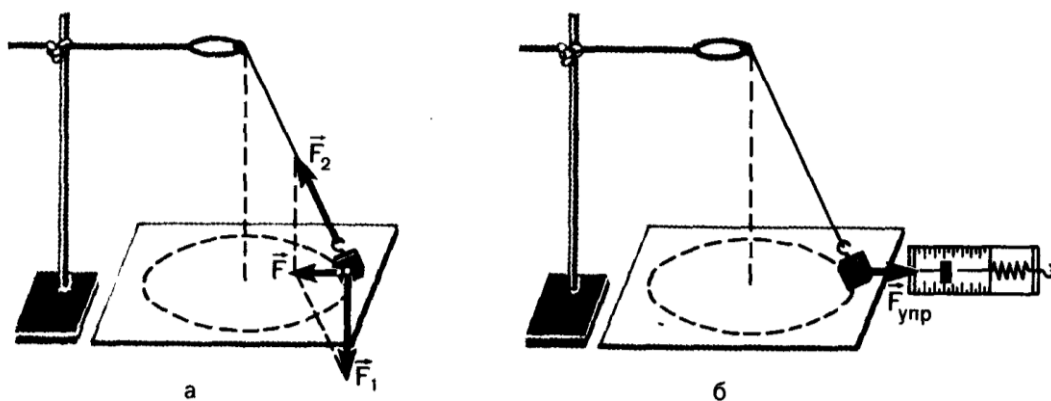

Рисунок 1
Для проверки второго закона Ньютона будем использовать конический маятник (рис. 1, а).
5. Рассчитайте среднее значение ускорения по формуле (1), учитывая, что с относительной погрешностью не более 0,015 можно считать $\pi^2 = 10$.
6. Измерьте модуль равнодействующей F , уравновесив ее силой упругости пружины динамометра (см. рис. 1, б).